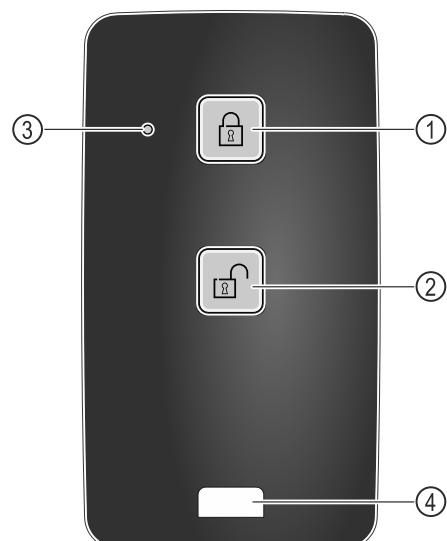

Fig. 219
- (1) Заблокировать замок
- (2) Разблокировать замок
- (3) Светодиод состояния замка
- (4) Крепежная проушина
- Нажмите кнопку Fig. 219 (1) на пульте дистанционного управления.
- Нажмите кнопку Fig. 219 (2) на пульте дистанционного управления.
- Светодиод состояния Fig. 219 (3) при нажатии на кнопку выдает оптический ответный сигнал.
- Проушина Fig. 219 (4) для закрепления пульта дистанционного управления, например, на связке ключей.